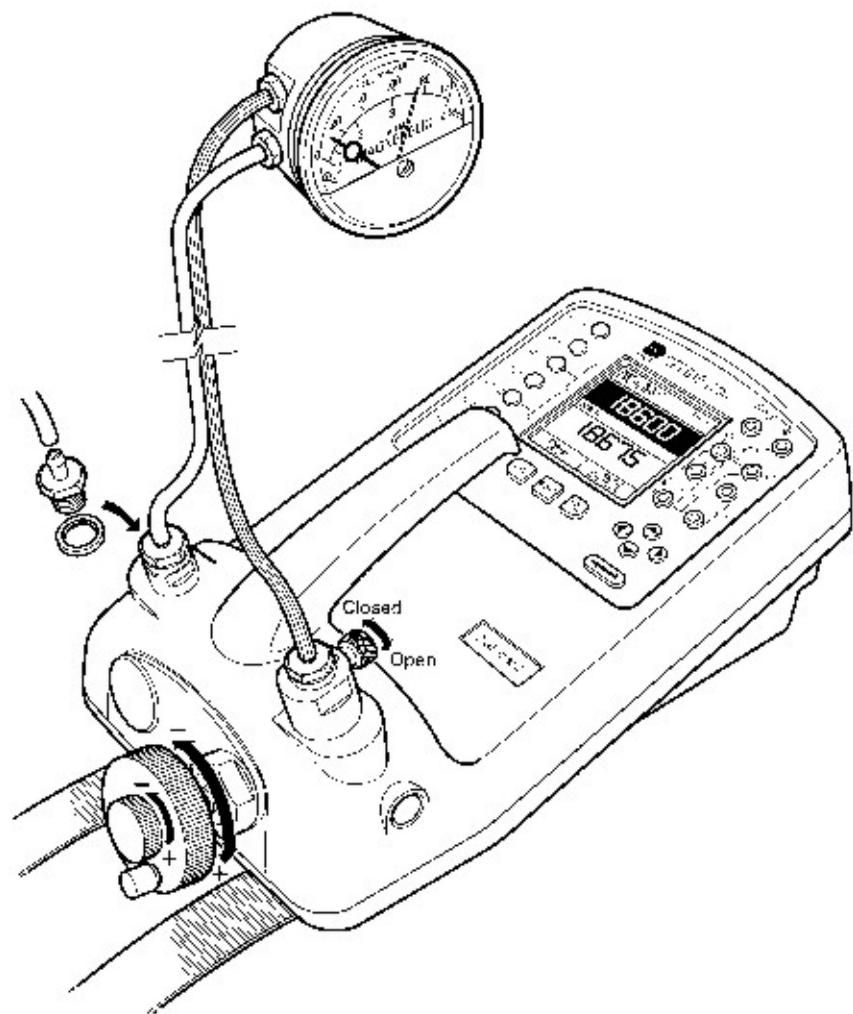

图 B2-DPI 610/615 LP 测试连接图
- 如图 B2 所示，将合适的密封连接件装在正压端(+)和负压端(-) 保证密封连接紧密。
- 注意：为减小温度影响，应使用双管，双管的分离段长度越小越好。图 B2 所示为典型的 P-DISPLAY 压力-显示应用场合中压力表的连接方法。
**注意：** 为减小温度影响，应使用双管，双管的分离段长度越小越好 图 B2 所示为典型的 P-DISPLAY 压力-显示应用场合中压力表的连接方法。